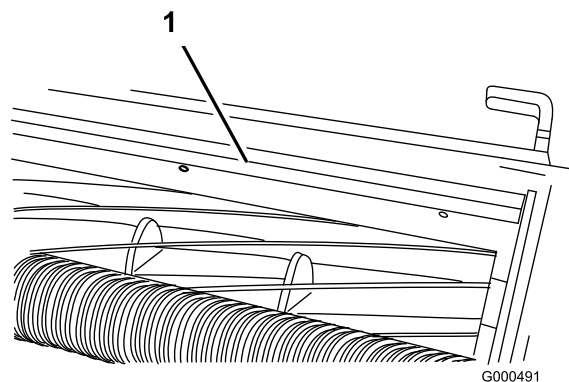

Figura 63
1. Allentate le viti che fissano la barra superiore (Figura 63) all'apparato di taglio.